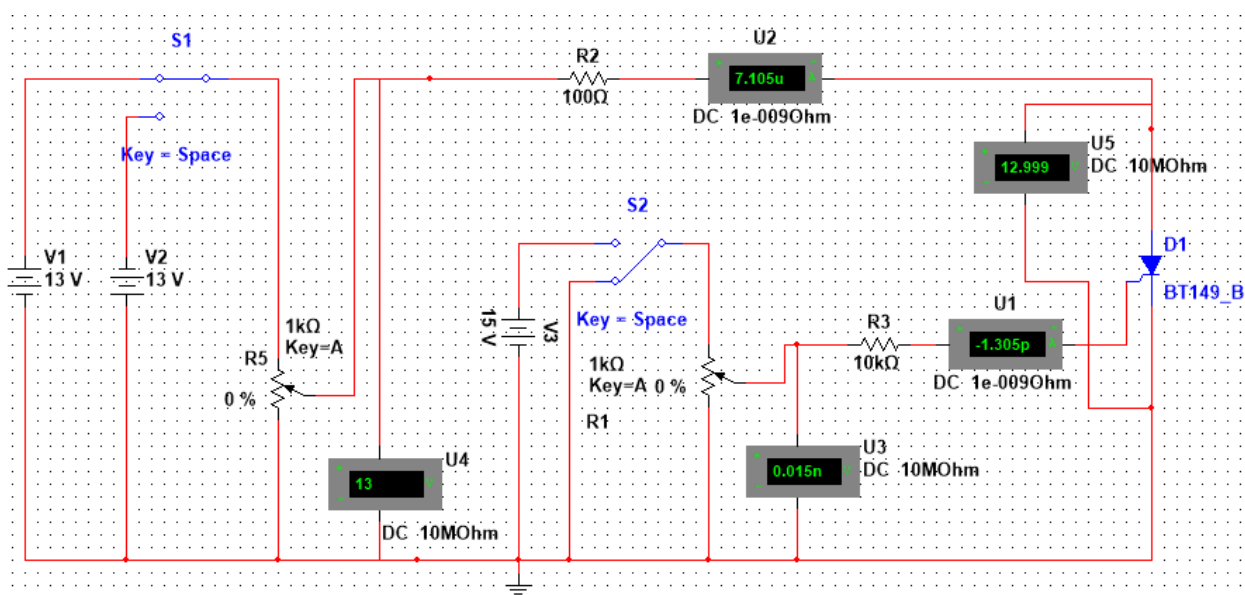

Рис. 1. Имитационная схема для исследования прямой ветви тиристора
1. Соберите схему согласно рис. 1.